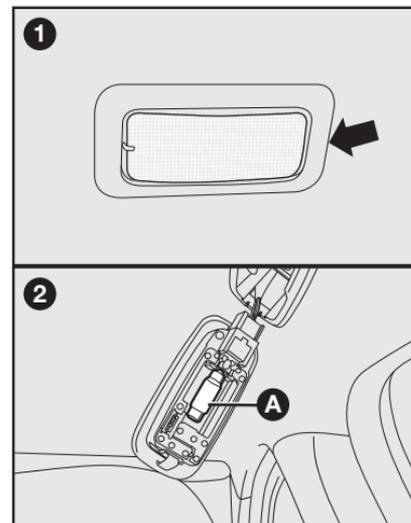
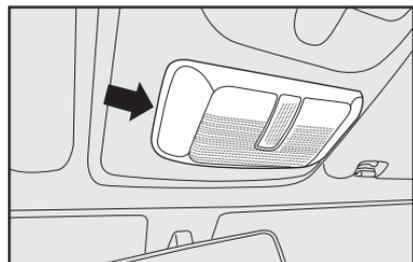

fig. 23
fig. 24
- Com uma chave de fenda no ponto indicado pela seta **1-fig. 23** ou **fig. 24** remover o conjunto da luz interna montada a pressão pelas travas.
- Substituir a lâmpada **A-fig. 23**, liberando-a dos contatos laterais e certificando-se de que a nova lâmpada esteja corretamente bloqueada entre os contatos.